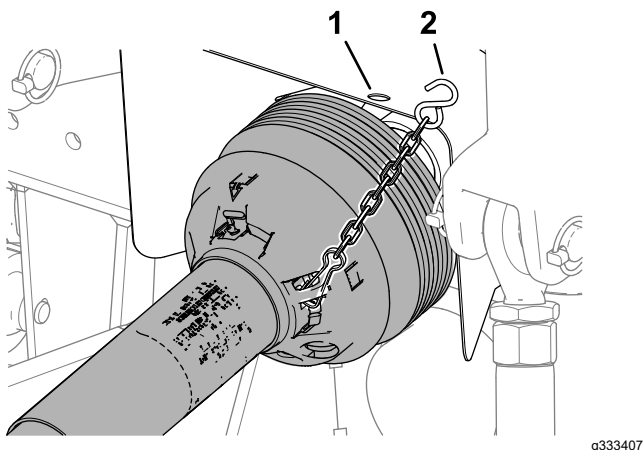

Figura 49
5. Desligue a corrente de segurança de proteção (Figura 49) da tomada de força da unidade de tração (apenas CE).